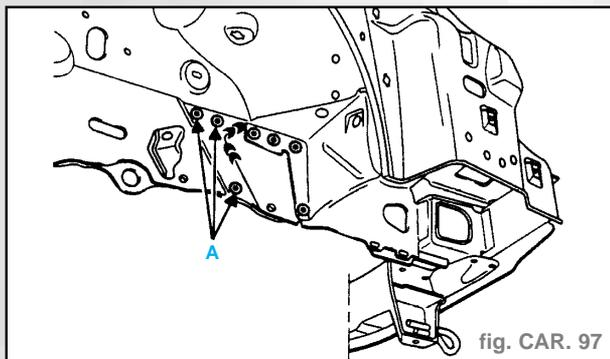

fig. CAR. 97
**Soudure** (fig. CAR. 97)
**Nota.** - En (A), points en trois épaisseurs.